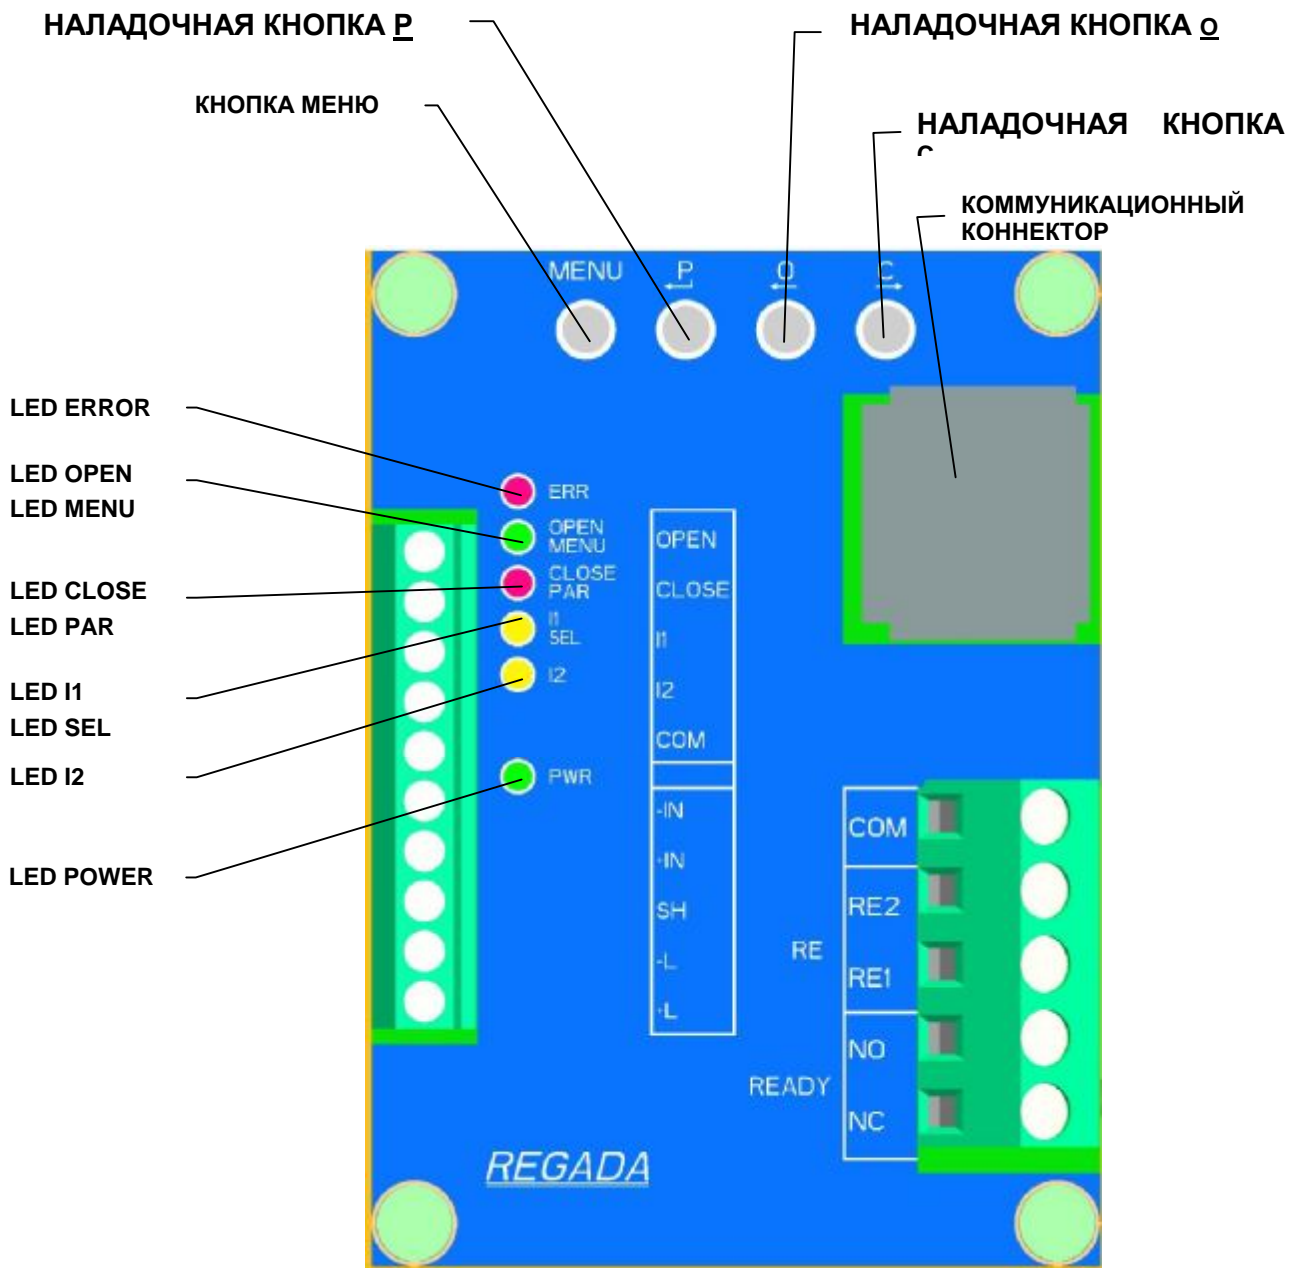

Рис. 6
Настройка осуществляется на механически и электрически присоединенном ЭП. Данная глава описывает настройку ЭП на параметры, которые заказчику позволяет программная оснастка. Размещение элементов настройки доски управления указано на Рис.6.
- через кнопки блока управления (**Рис.6**)
- 6 сигнальными диодами (LED диоды) по **Рис. 6**